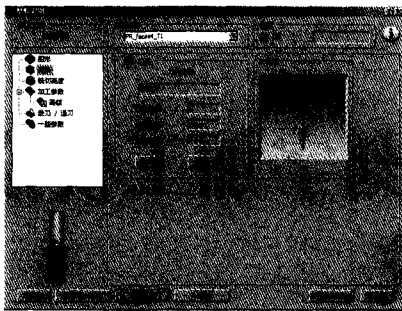

图 2
(1) 设定加工原点：点击加工原点，选取有文字的上表面，系统自动选定模具上表面的左下角为加工原点。
(2) 素材形状即所需加工文字的模具毛坯的设定：点击素材形状，在弹出的对话框中毛坯定义方式选3D立体，点设定，选模具体，完成设定。
(3) 加工形状的设定：点击加工形状，弹出的对话框，选取模具体，勾选退出。
(4) 右击加工过程，新增→型腔识别，弹出型腔识别对话框，选图形，点击“定义”，弹出面的选择对话框，选取任一文字内表面，勾选退到型腔识别操作对话框（见图2）。